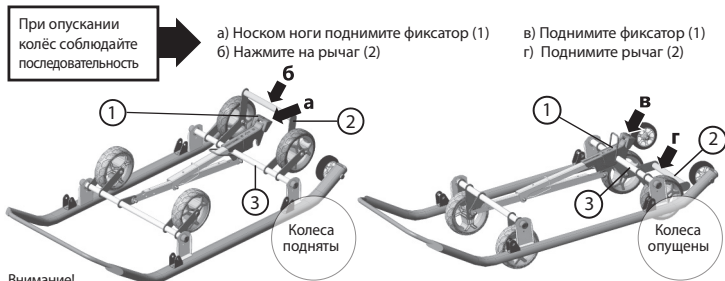

Рис. 3 Механизм выдвижных колес
4.7.1. Для перемещения по твердому покрытию необходимо выдвинуть колеса, закрепленные на каркасе. Для этого носком ноги поднимите фиксатор (1) (рис. 3), колеса опустятся, затем нажмите на рычаг (2) доведите колеса до фиксированного положения.
- Ногой поднять фиксатор (1), коляска опустится на полозя;
- Носком ноги поднять рычаг (2) (рис. 3) до фиксированного положения.
- При этом паз на фиксаторе зацепится за ось колес (3), колеса зафиксируются над полозями.